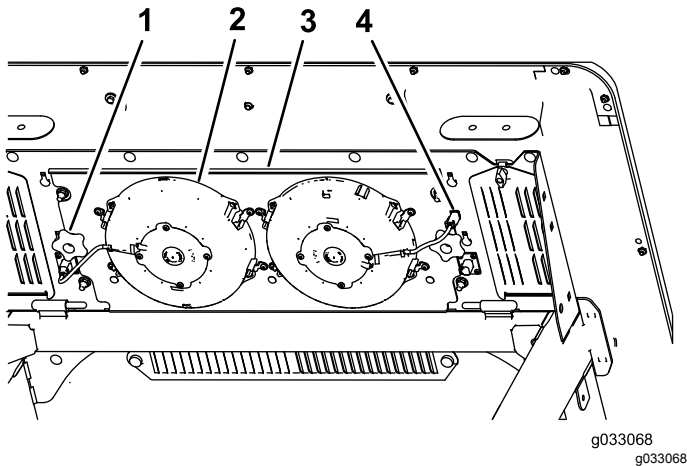

図 57
3. ファン用のプラグとコードをソケットから外す **図 57**。
4. ファンパネルアセンブリとファンをキャブの上部に固定しているノブ 2 個ボルトを外してアセンブリを外す **図 57**。